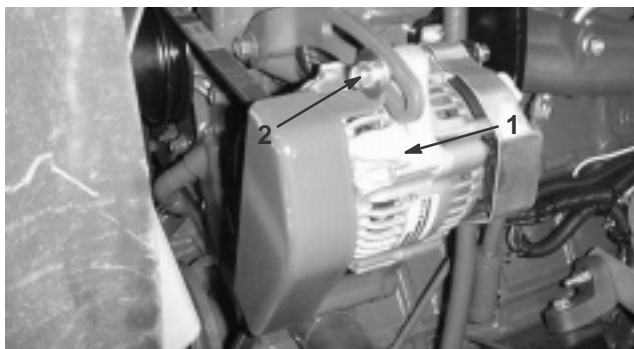

Bild 39
Kontrollieren Sie den Zustand und die Spannung der Treibriemen (Bild 39) alle 100 Betriebsstunden.
2. Lockern Sie bei einer Durchbiegung von weniger als 10 mm die Befestigungsschrauben der Lichtmaschine (Bild 39). Erhöhen oder reduzieren Sie die Spannung des Lichtmaschinen-Treibriemens und ziehen Sie die Schrauben wieder fest. Prüfen Sie die Riemenspannung noch einmal auf korrekte Einstellung.